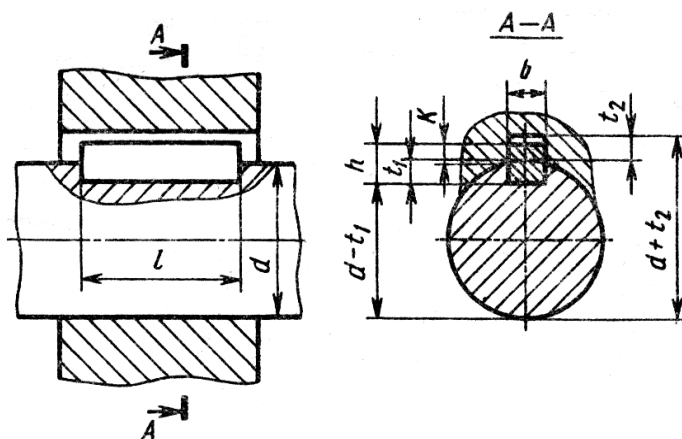

Рисунок 3.2
1. Составляем расчетную схему (рис. 3.2).